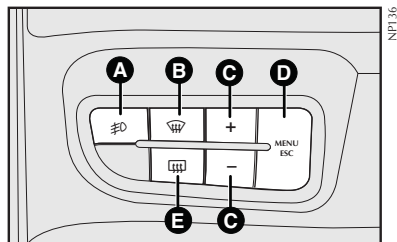

fig. 56
**A-fig. 56** - Botão com indicação de função ativada no quadro de instrumentos para ligar/desligar os faróis auxiliares. Só funciona a partir do acionamento das luzes externas de posição.
Os faróis auxiliares são desligados cada vez que a chave de ignição for desligada. Para ligá-lo novamente é necessário pressionar o botão **A-fig. 56**.
**B-fig. 56** - Botão com indicação de função ativada no quadro de instrumentos para ligar/desligar o desembaçador do para-brisa (se disponível). Funciona somente com o motor ligado.
**C-fig. 56** - Comandos do My Car
**D-fig. 56** - Menu ESC - My Car
**E-fig. 56** - Botão com indicação de função ativada no quadro de instrumentos para ligar/desligar o desembaçador do vidro traseiro. Funciona somente com o motor ligado.